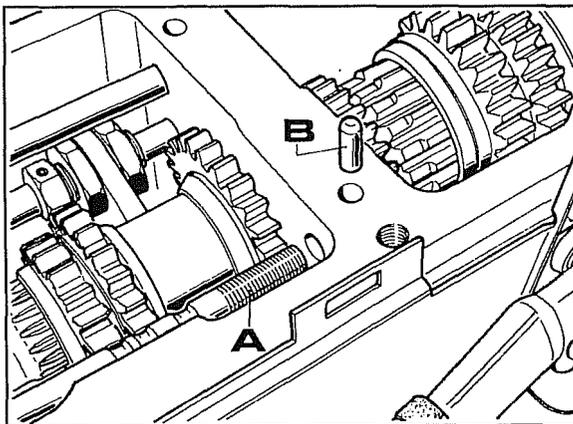

Abb. 7
- 1 Die Gruppenschaltstange mit den Muttern **A** Abb. 4 freigeben und sie nach hinten herausziehen. Den Bolzen **B** wie in Abb. 7 gezeigt herausziehen.